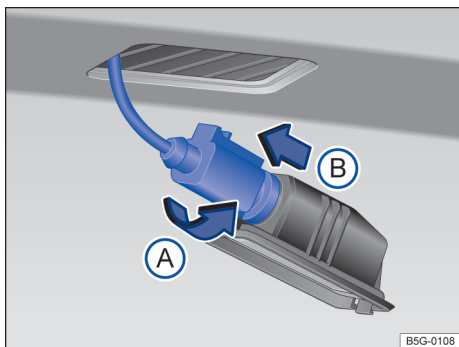

Fig. 136 Lanterna da placa de licença: desinstalar o suporte da lâmpada.
- ③ Girar o soquete da lâmpada no **sentido anti-horário** → Fig. 136 (A) e retirar o suporte junto com a lâmpada (B).
- ④ Puxar a lâmpada queimada do soquete para removê-la.
- ⑤ Substituir a lâmpada incandescente queimada por uma lâmpada incandescente nova do mesmo modelo.
- ⑥ Inserir a nova lâmpada no soquete cuidadosamente.
- ⑦ Posicionar o suporte da lâmpada na lanterna da placa de licença e pressionar no sentido contrário ao da seta (A) até o batente.
- ⑧ Certificar-se de que o soquete está corretamente fixado no conjunto.
- ⑨ Posicionar o conjunto da lanterna da placa de licença cuidadosamente na abertura do para-choque. Atentar para a correta direção de instalação da lanterna da placa de licença.
- ⑩ Pressionar a lanterna da placa de licença no para-choque até que encaixe de forma audível.
- ⑪ Certificar-se de que o conjunto da lanterna da placa de licença está corretamente fixado no alojamento.